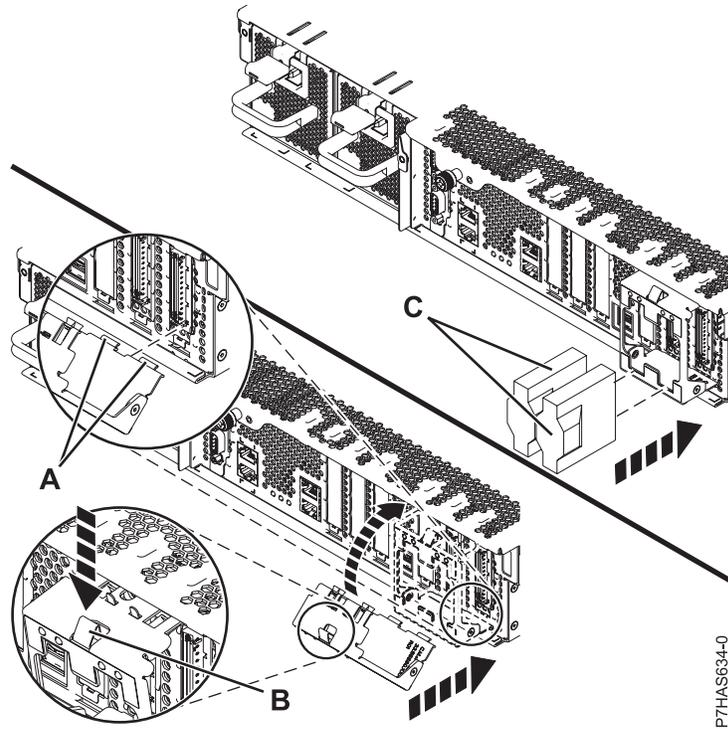

図4. ケーブル保持ブラケットの取り付け
16. ケーブル保持ブラケット (A) (6 ページの図4 に示す) が提供されている場合は、以下のステップを実行します。
- a. ケーブル保持ブラケット (A) を傾けて、ブラケット下部にあるタブをアセンブリーのスロットに掛けます。
- b. ケーブル保持ブラケットをシャーシ方向へ回転させ、ブラケット・ファスナー (B) をシャーシの開口部に押し入れてブラケットを固定します。
17. システムの背面から、アダプター・ケーブル (C) を取り付けます。